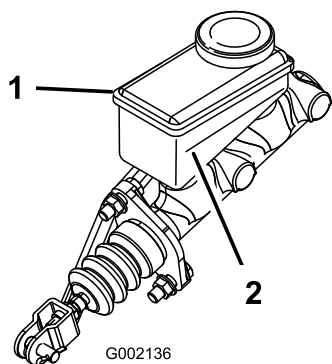

Figura 49
2. Observe o nível do fluido na parte lateral do reservatório (Figura 49).
- B. Adicione fluido dos travões DOT 3 ao reservatório até o nível do fluido estar acima da linha de mínimo (Figura 49).